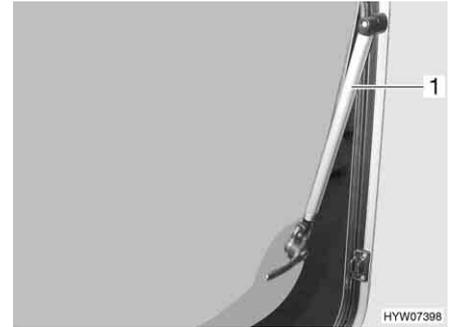

Fig. 104 Finestra apribile con deflettore automatico
- Finestra apribile con deflettore automatico: Aprire la finestra apribile fino al punto di arresto desiderato. Il deflettore automatico (Fig. 104,1) si innesta automaticamente in posizione.